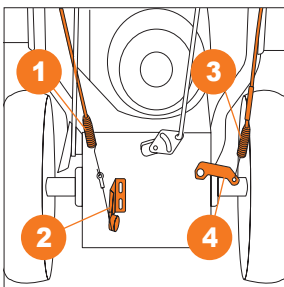

Рис. 4.1
- Зацепите левый трос привода на колеса **1** в специальном кронштейне **2** в нижней части машины (Рис. 4.1).
- Зацепите правый трос привода на щетку **3** в специальном кронштейне **4** в нижней части машины (Рис. 4.1).